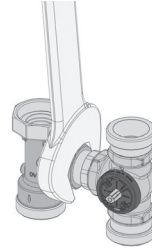

Abb. 15
1. Überwurfmutter am Bypass mit einem Maulschlüssel SW52 lösen (Abb. 15).